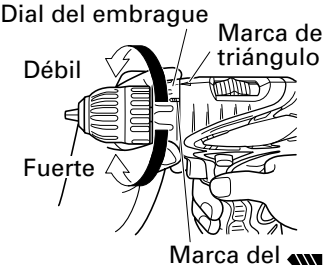

Fig. 16
7. Confirmar la posición del dial del embrague (Ver la Fig. 16).
- (2) Indicación del par de apriete (Consulte la Fig. 16)
- (3) Ajuste del par de apriete (Consulte la Fig. 16)